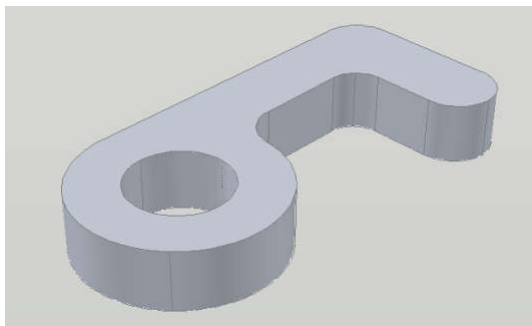

Рис.3
8. Выполнить упражнение 2 (см.рис.3,4)
1) Для построения 3D модели Крюка, показанного в изометрическом виде на рис.3 необходимо переключиться на вид **сверху**
3) При помощи и команд «Выдавить» и «Вычитание» или «Вытягивание» завершите построение 3D тела, как показано справа на рис. 3